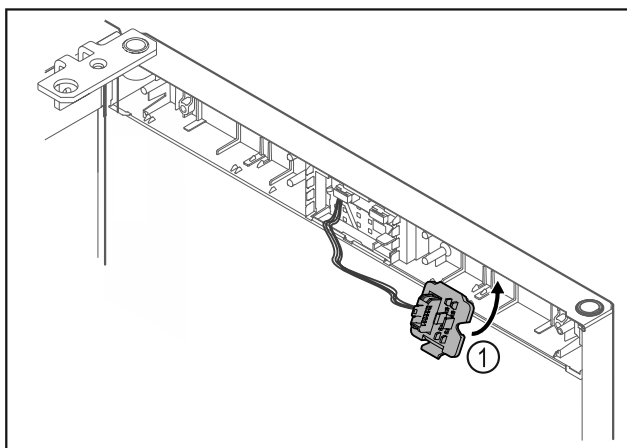

Fig. 17
- ▶ Κουμπώστε το στήριγμα του φινι Fig. 17 (1) στην απέναντι πλευρά.